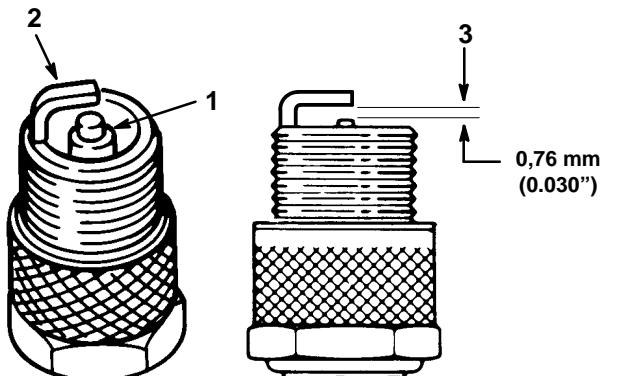

Figure 23
- Inspecter le centre de la bougie (Fig. 23). Si le bec de l'isolateur est recouvert d'un léger dépôt gris-brun, le moteur fonctionne correctement. S'il est couvert d'un dépôt noir, c'est généralement signe que le filtre à air est encrasé.
- Contrôler l'écartement entre l'électrode centrale et l'électrode latérale (Fig. 23). Courber l'électrode latérale (Fig. 23) si l'écartement est incorrect.